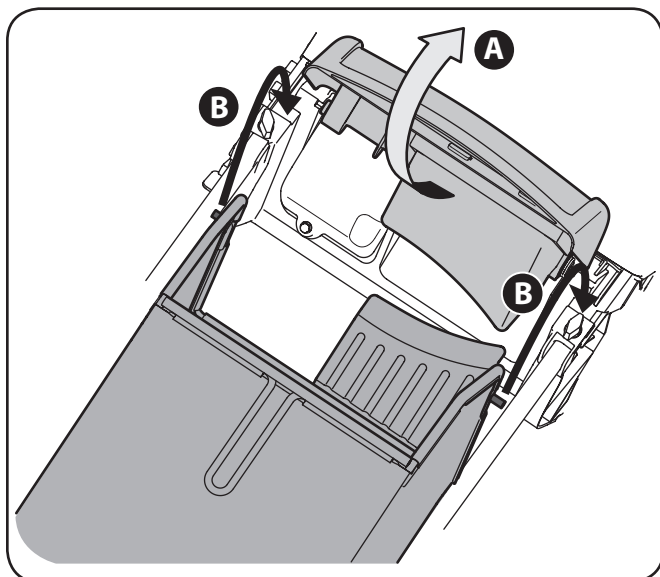

Figure 3-8
- b. Accrochez le sac à herbe dans les trous des supports de la poignée. Voir Figure 3-8. Abaissez le couvercle d'éjection afin qu'il se repose sur le sac à herbe.